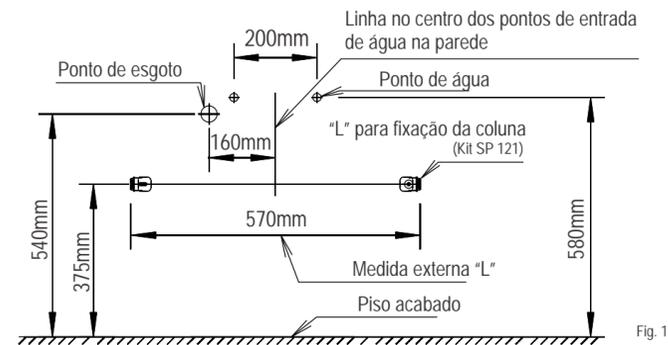

Fig. 1
- 1 Para uso confortável da cuba são recomendadas as seguintes alturas de instalação (fig.1)
- 2 Marcar na parede a furação do Kit de fixação da coluna, conforme medidas especificadas na fig.1 e 2. Furar a parede no local marcado utilizando broca de Ø10mm e buchas S10. Aperte os fixadores definitivamente na parede, obedecendo a medida indicada na fig.1 e 2 (Face externa do Kit).